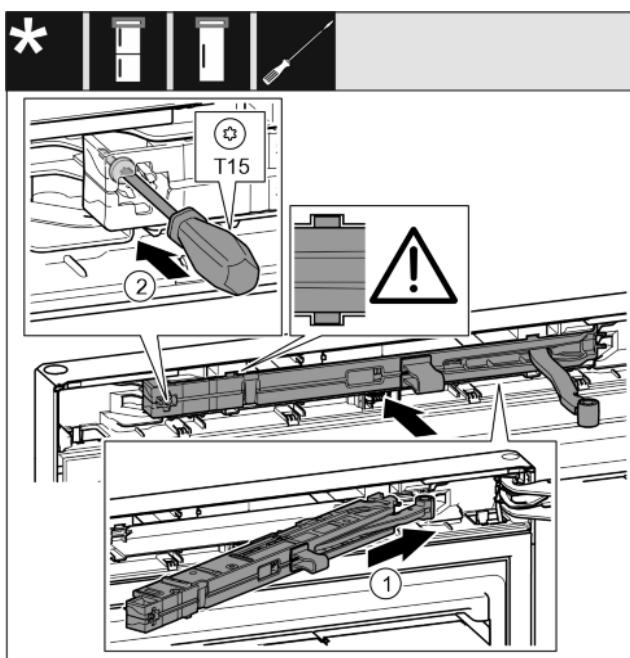

Fig. 38
- Schließdämpfereinheit auf der Lagerbockseite bis zum Anschlag schräg in die Aussparung einschieben. Fig. 38 (1)
- Schraube mit einem Schraubendreher T15 festschrauben. Fig. 38 (2)